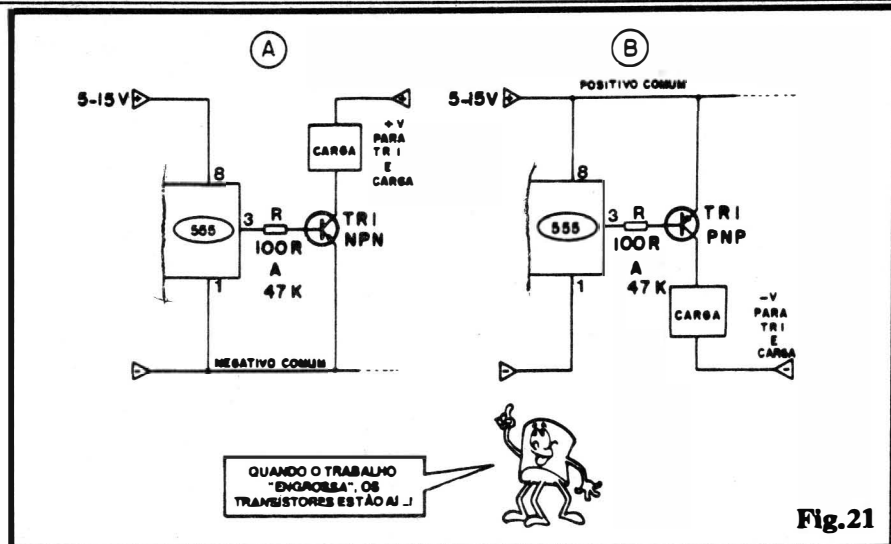

Fig.21
- FIG. 21 - UM TRANSÍSTOR "AJUDANDO" A SAÍDA DO 555 - Existem, na prática, casos em que a carga final que pretendemos acionar com o MONOESTÁVEL 555 demande Corrente mais "brava" do que os 200mA máximos "fornecíveis" ou "engolfáveis" pelo pino 3... Sem problemas! Basta meter no caminho um transistor com parâmetros convenientes, e pronto! No caso 21-A, temos a intervenção de um transistor bipolar NPN, cujas características de polarização farão com que a carga (no seu circuito de coletor) apenas seja **energizada durante** a Temporização, período em que a base de TR1 fica "positiva" via resistor "R". O valor ôhmico de "R" dependerá da requerida Corrente de base de TR1, a qual, a partir do ganho do dito transistor, possa gerar suficiente Corrente de coletor capaz de plenamente excitar a carga final (revejam O TRANSÍSTOR COMO AMPLIFICADOR - "Aulas" nº 6 e 7...). Observem que, embora obrigatório um percurso comum para a linha do negativo ("terra") da alimentação, nada impede que o conjunto transistor/carga seja alimentado por outra fonte (que não a que alimenta o 555...) oferecendo mesmo Tensão maior do que 15V... Em 21-B temos o aproveitamento de um transistor bipolar PNP, caso em que a carga, normalmente **ativada**, apenas será **desenergizada durante** a tempori-
- **FIG. 22 - MONOESTÁVEL 555 ACIONANDO CARGAS EM C.A. (110-220V), COM O AUXÍLIO DE SCRs OU TRIACs** - Até o momento, mesmo nos casos da fig. 21 (nos diagramas 20-C e 20-D a condição final é outra, uma vez que os contatos de utilização dos relês podem, perfeitamente - pela sua “independência” e capacidade - controlar cargas “pesadas” sob C.A.), ficou implícito que **tudo** (555 e circuitos anexos para os **drivers** de carga...) trabalhava sob energia em CC... É possível, entretanto, manejar “quase” diretamente cargas bem “bravas”, que trabalhem sob C.A. de 110 ou 220V, com o 555 ajudado por componentes já conhecidos e estudados (rever “Aula” nº 10...): o SCR e/ou o TRIAC! Observem com atenção dos diagramas/exemplo 22-A e 22-B, o primeiro com